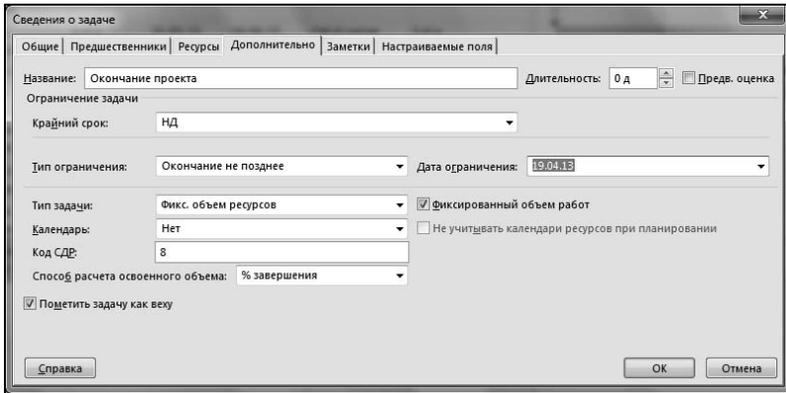

Рис. 5.18. Выбор даты для временного ограничения задачи
5. В раскрывающемся списке **Дата ограничения** выбрать требуемую дату. Для рассматриваемого проекта-примера в качестве такой даты для проверки возможности удовлетворить требования заказчика можно выбрать 19 апреля 2013 года (рис. 5.18).